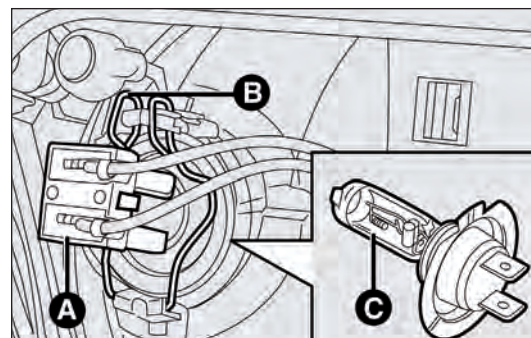

fig. 184
- Koppla ur det elektriska kontaktdonet A-fig. 184.